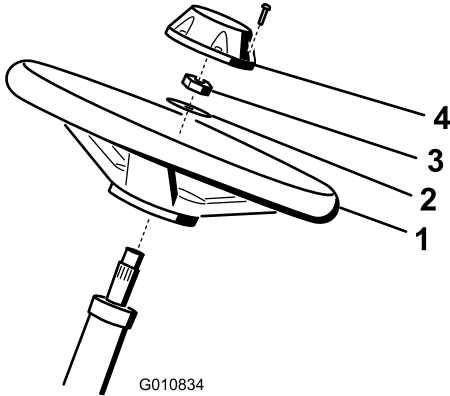

图5
- 将方向盘滑入转向轴 (图5)。
- 将垫圈滑入转向轴 (图5)。
- 使用锁紧螺母将方向盘固定到转向轴上，上紧扭矩至 $27 \sim 35 \text{N} \cdot \text{m}$ (图5)。
- 将中心盖安装到方向盘上，并用 6 个螺栓固定 (图5)。